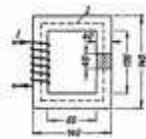

Рисунок 4 –
- 2 Замкнутая магнитная цепь (рисунок 4) выполнена из пластин трансформаторной стали. Сколько витков должна иметь катушка с током $0,5 \text{ А}$, чтобы создать в сердечнике магнитный поток $0,0016 \text{ Вб}$?